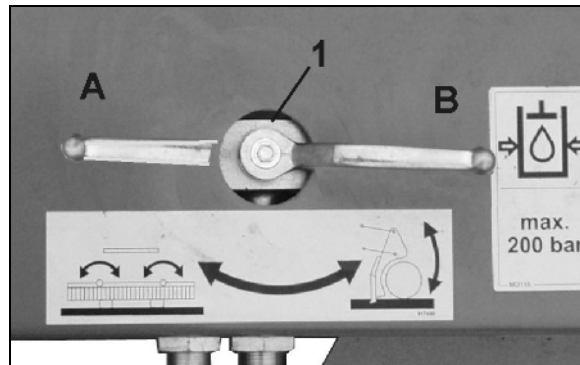

Fig. 97
2. Absperrhahn (Fig. 97/1) in Position **A** bringen
6. Absperrhahn (Fig. 97/1) in Position **B** bringen.
- Absperrhahn(Fig. 97/1) in Position **B** halten,